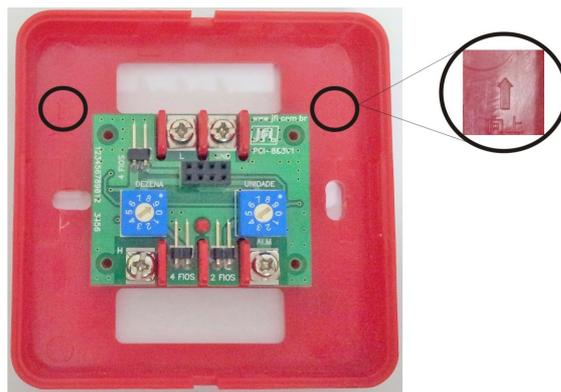

Figura 1
- Deve ser colocada no local onde o acionador vai ser instalado conforme figura 1.
Verifique a indicação das setas, elas indicam a parte que deve ficar para cima, conforme figura 1.